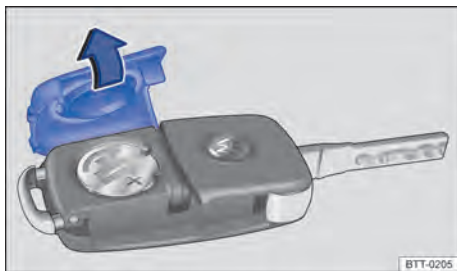

Fig. 20 Chave do veículo com comando remoto: abrir a tampa do alojamento da bateria.
A bateria encontra-se no lado posterior da chave do veículo com comando remoto, sob uma cobertura → Fig. 20.
- Retirar a cobertura no lado posterior da chave → Fig. 20 no sentido da seta → ⓪.
- Posicionar a cobertura conforme indicado → Fig. 20 e pressionar no sentido contrário ao da seta sobre a carcaça da chave do veículo até encaixar.